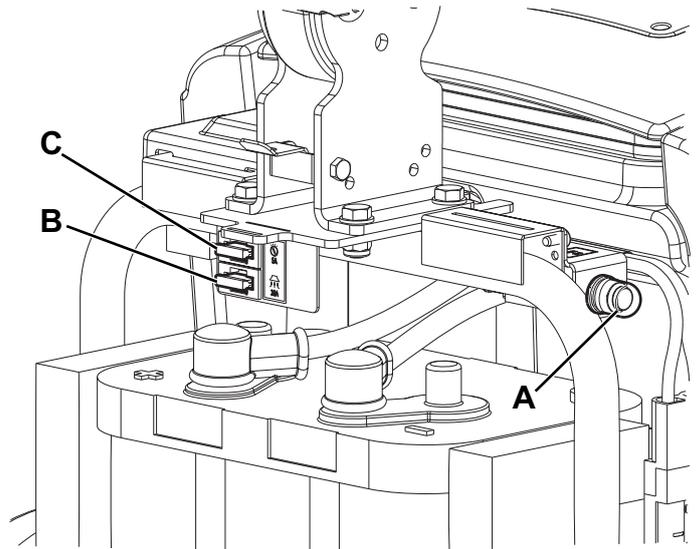

Abbildung 8
- Sicherstellen, dass sich der Wählknopf (31) in der Position „0“ befindet, den Steckverbinder der Batterie (7) trennen.
- Abdeckung (4) öffnen und überprüfen, ob folgende Sicherungen (Abb. 8) möglicherweise ausgeschaltet oder defekt sind:
- (A): Selbstrückstellende Sicherung F1 (35 A), Bürstenmotor.
- (B): Messersicherung F2 (30 A), Ansaugmotor.
- (C): Messersicherung F3 (5 A), Hilfsbetriebe.